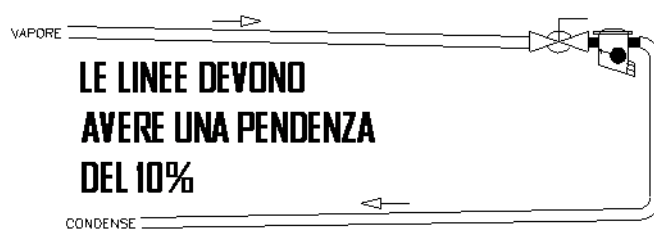

Fig. 2
- Le tubazioni del vapore devono avere una pendenza del 10 % verso l'utilizzo, mentre le tubazioni delle condense del 10% verso il generatore, vd. Fig. 2